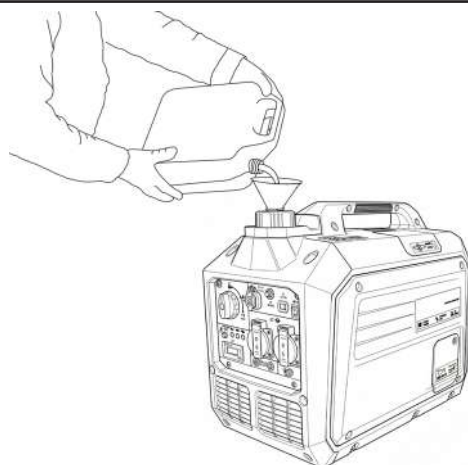

fig. 9
- Riempire lentamente il carburante attraverso un imbuto. Vedi fig.9